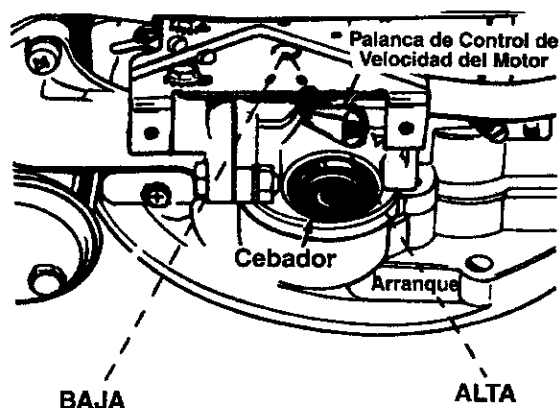

FIGURA 7.
- Presione el botón de cebado de la siguiente manera (encendido en frío solamente). Por cada arranque inicial, presione el botón de cebado cinco veces antes de la operación de arranque. Vea figura 7. Use empujes definidos, espere entre cada impulso. Repita lo anterior para cada operación de arranque como sea necesario. **No use el cebador para volver a encender la máquina si ésta ha sido previamente usada y el motor esta caliente.**
- Fije el control de velocidad del motor a "ALTA" (HI).
FILTRO DE AIRE (vea la Figura 7)